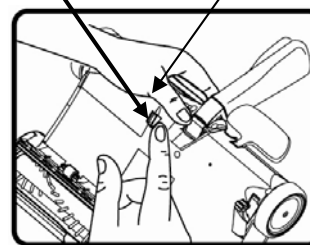

Fig. 5
3. Presione la traba y levante la tapa del compartimiento de la batería. (Fig. 5 y Fig. 6)